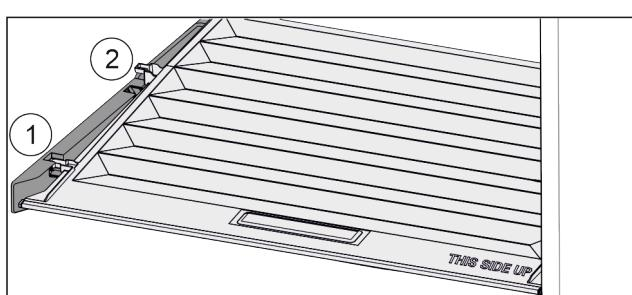

Fig. 43
- Vytáhněte víko dopředu až k otvoru v přídržných dílech Fig. 43 (1).
- Vzadu zespodu nadzvedněte a vyjměte směrem nahoru Fig. 43 (2).